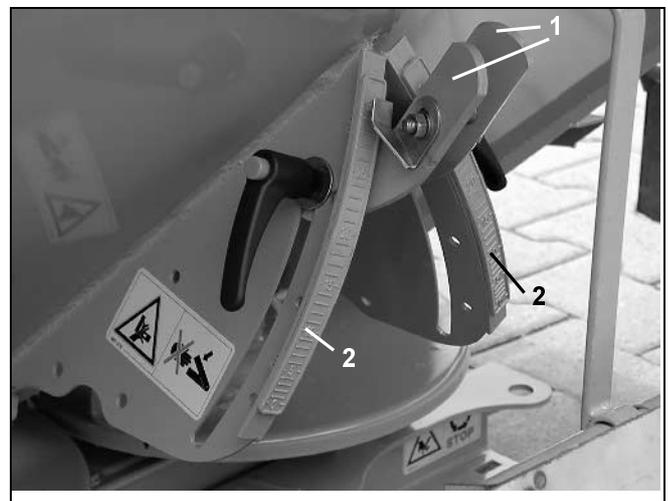

Fig. 7
Para **regular la dosis de abono** se puede ajustar la **posición de las trampillas** necesaria para la dosis deseada mediante la palanca de regulación (Fig. 7/1) (las palancas reguladoras sirven de tope para las trampillas). El ajuste de la palanca de regulación se efectúa a lo largo de la **escala graduada (Fig. 7/2)** según los datos de la **Tabla de distribución ZA-XW**. La **posición de las trampillas** necesaria se puede leer en la **escala graduada (Fig. 7/2)** y se alcanza cuando la trampilla entra en contacto con la palanca de regulación.
**El reajuste de la palanca de regulación a un valor numérico más elevado de la escala graduada (Fig. 7/2) significa:**